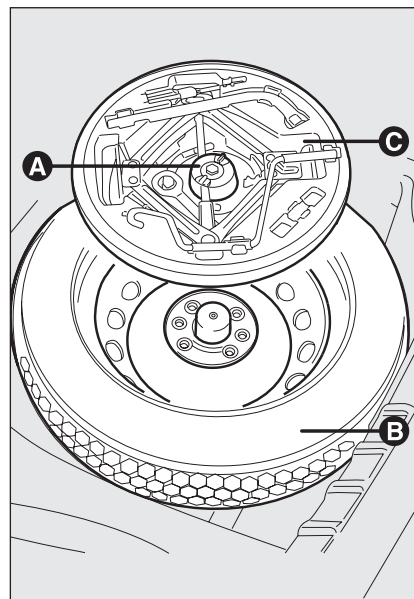

fig. 2
- dévisser le dispositif de blocage **A-fig. 2**;
- prélever la boîte à outils **C-fig. 2** et la porter près de la roue à remplacer;
- prélever la roue de secours **B-fig. 2**;
- remettre dans son boîtier **C-fig. 2** le cric partiellement ouvert en le forçant légèrement dans son siège, de façon à éviter les vibrations éventuelles pendant la marche;
- ranger le boîtier **C-fig. 2**, pourvu d'outils, dans la roue de secours;
- visser le dispositif **A-fig. 2** de blocage de la boîte à outils;